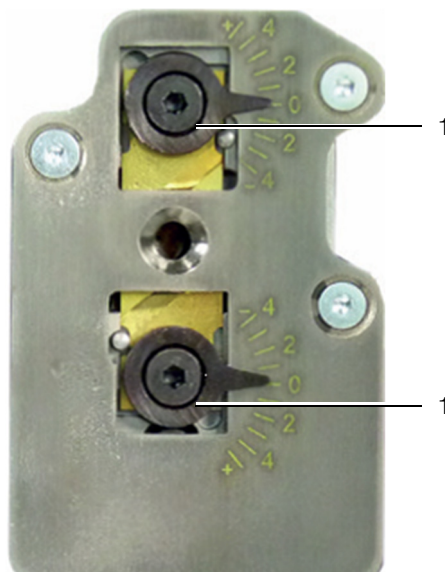

Fig. 13: Unità di spelatura
- Allentare entrambe le viti eccentriche (fig. 13, pos. 1) (vite a brugola 2,5 mm).